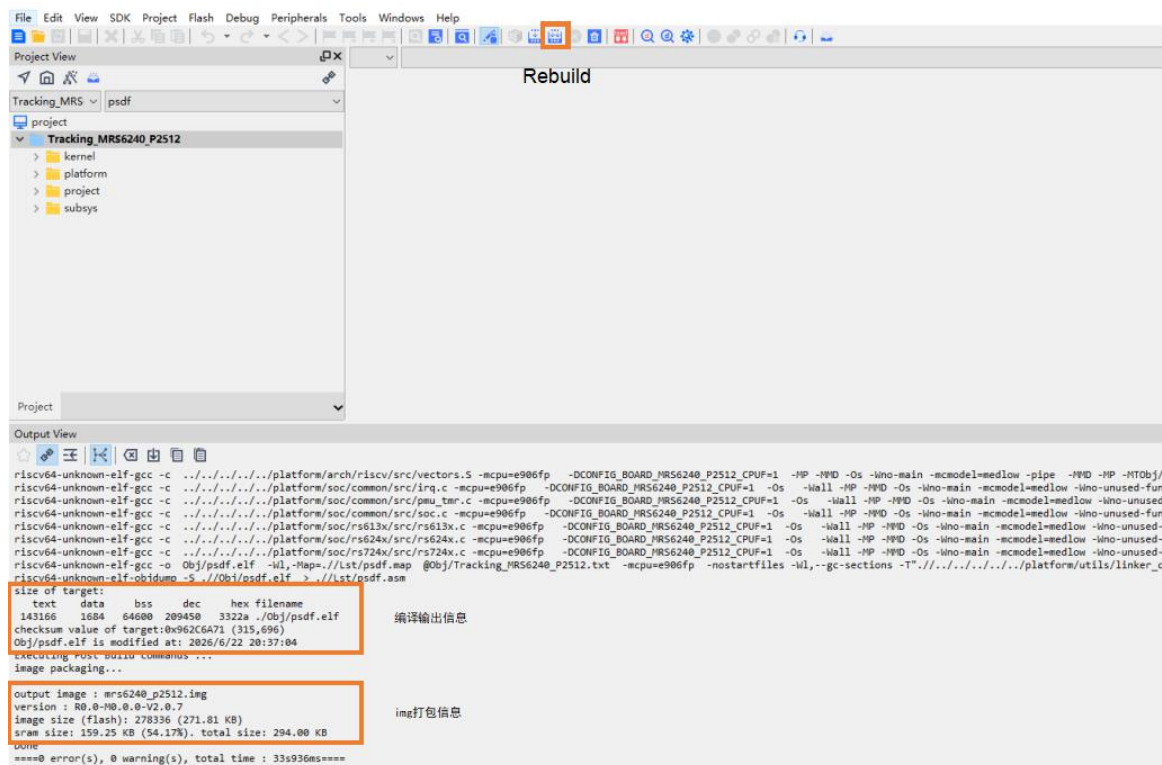

图 4-4 Rebuild 界面
3. 单击 IDE 工具栏的“Rebuild Project”按钮，重新编译工程，如图 4-4 所示，需注意编译和 img 打包输出信息，编译完成的数据位于工程文件(.cdkproj)目录下的 output 文件夹中。